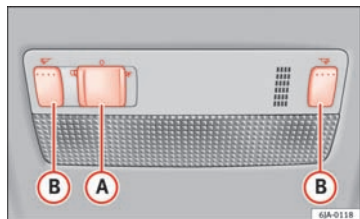

Fig. 60 Lys – type 1
- Tryk kontakten **A** ⇒ Fig. 60 i retningen mod lampesiden – symbolet ☞ bliver vist.
- Skub kontakten **A** ⇒ Fig. 60 til den midterste position **O**.
- Tryk kontakten **A** ⇒ Fig. 60 i retningen mod midten af lampen – symbolet ☞ bliver vist.
- Læselamperne kan tændes og slukkes med knappen **B** ⇒ Fig. 60.
Hvis betjeningen af lyset med dørkontakten er aktiveret (kontakten **A** ⇒ Fig. 60 står i positionen ☞), lyser lyset i følgende tilfælde: